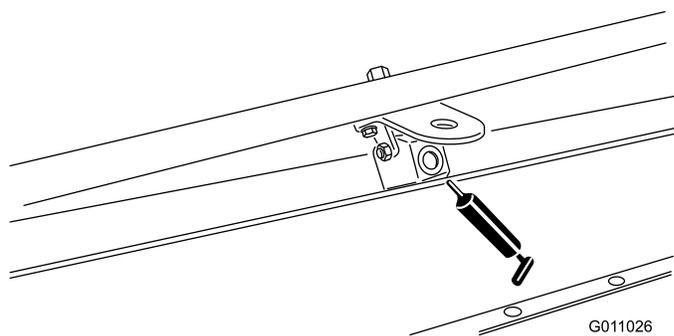

Figura 33
- Articulação da escova (2) (Figura 33).